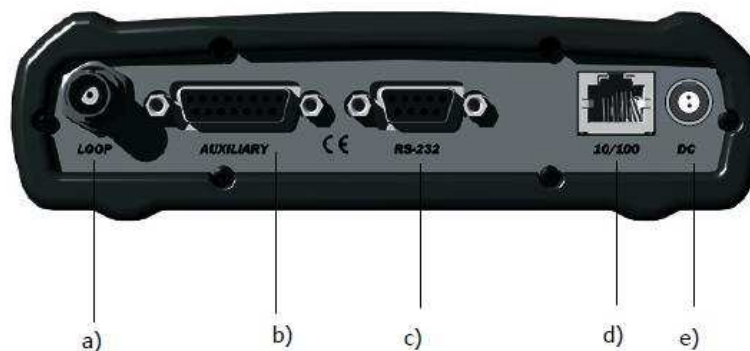

Figure 1.2 Connections of the decoder
- Rysunek 1.2 Połączenia dekodera.....